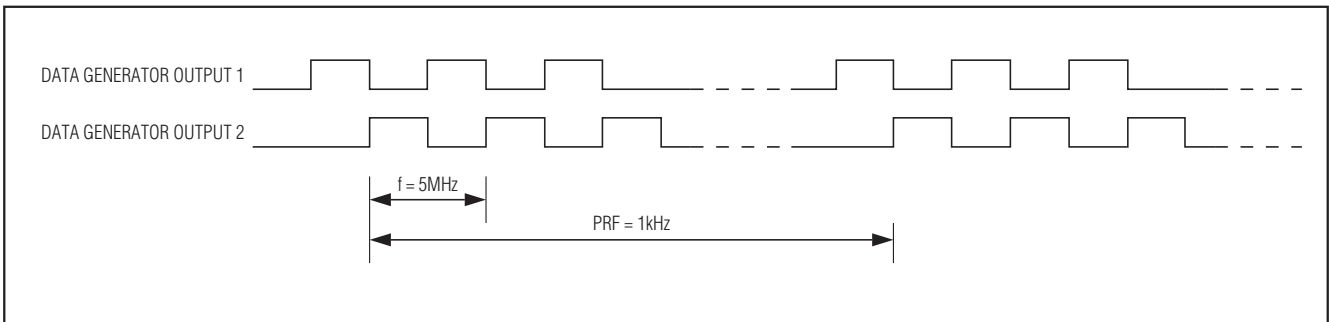

图1. 数据发生器输出
- 10) 设置数据发生器使其产生两路输出。每路输出的每个脉冲重复周期产生3个脉冲，如图1所示。脉冲幅度设置在+3.3V，关闭输出。